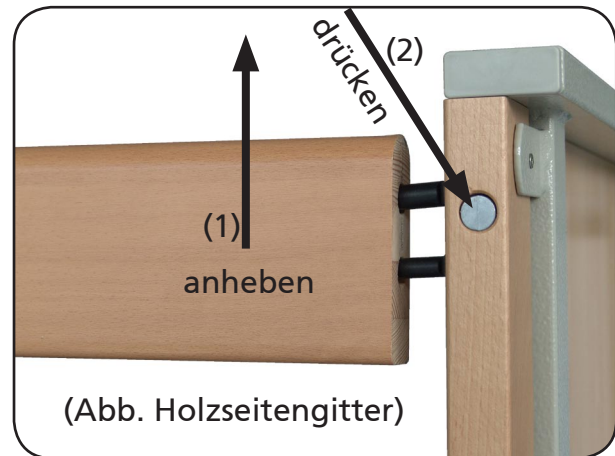

Abbildung 31
Heben Sie zum Absenken der Seitengitter erst den oberen Seitengitterholm an (1), damit die Verriegelung der Auslöseknöpfe freigegeben wird. Während des Anhebens drücken Sie danach den Auslöseknopf (2) solange, bis Sie den oberen Holm über die Verriegelung nach unten abgesenkt haben. Lassen Sie die Seitengitter langsam ab (Abbildung 31).